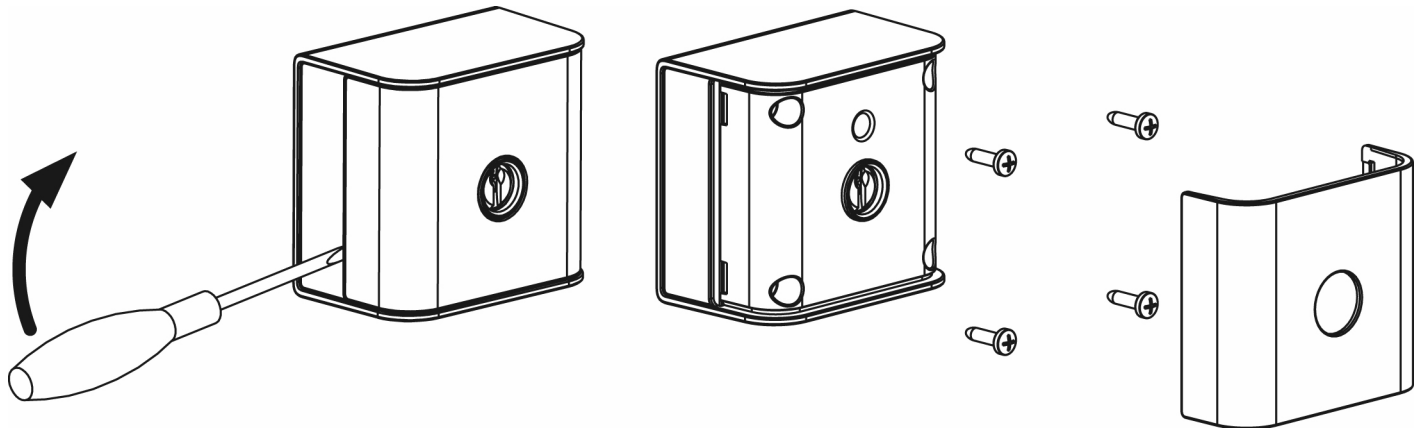

Fig. 1
2. Rimuovere il frontalino facendo leva con un cacciavite a taglio (Fig. 1).
3. Rimuovere il frontalino facendo leva con un cacciavite a taglio (Fig. 1).
4. Rimuovere il frontalino facendo leva con un cacciavite a taglio (Fig. 1).
2. Remove the front panel by levering it off with a flat blade screwdriver (Figure 1).